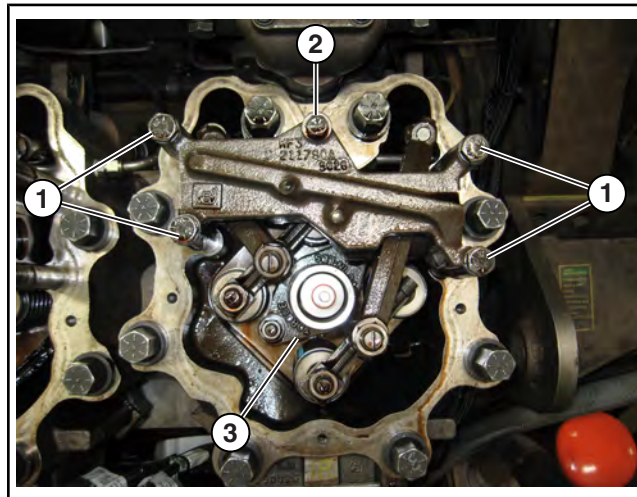

Рисунок 4.05-11: Установка узла клапанного коромысла
3. Извлеките центральный винт с колпачком и плоскую шайбу из центра каждого узла коромысла клапана (см. Рисунок 4.05-11).
4. Извлеките оставшиеся четыре винта с колпачками и стопорные шайбы с концов коромысел и снимите эти узлы с головок блоков цилиндров. Разместите узлы клапанных механизмов на подходящих верстаках (см. Рисунок 4.05-11).